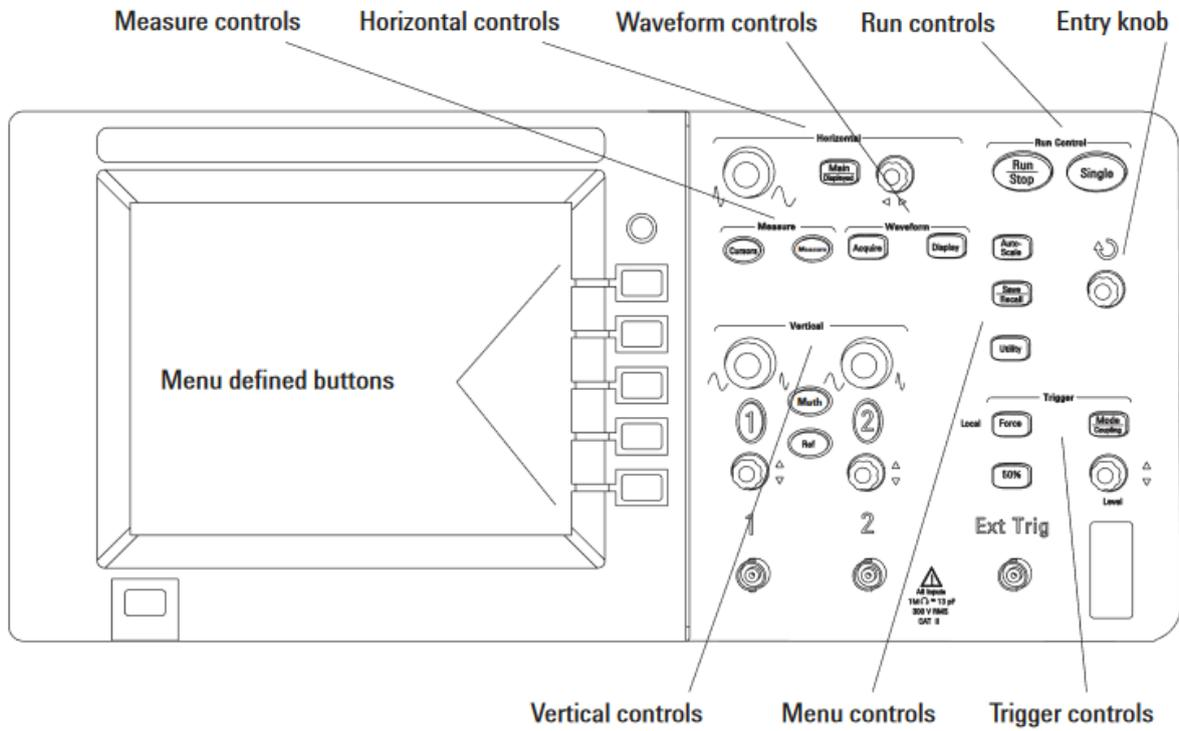
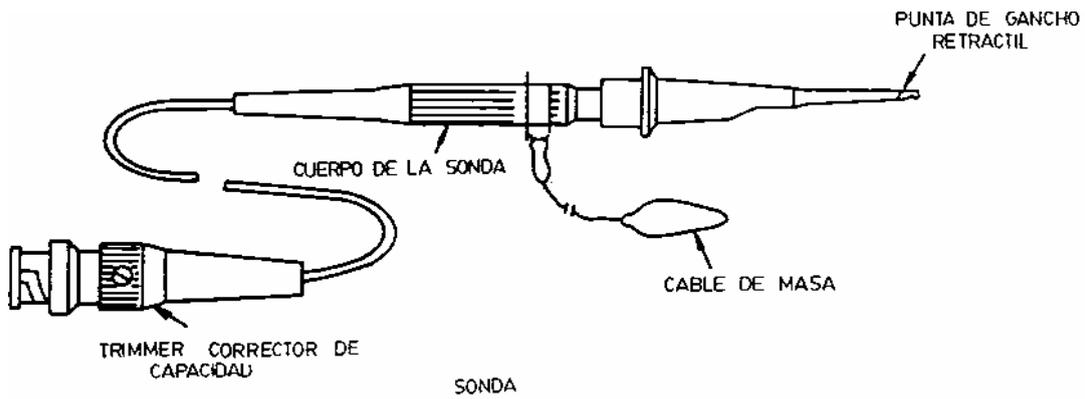

Figura 2.1: panel frontal del osciloscopio DSO3102A.
Figura 2.2: Esquema de una sonda de osciloscopio.
- Por otro lado, este osciloscopio que usaremos posee dos canales de entrada (X e Y ó 1 y 2 en la figura 2.1) con sus respectivas sondas, es decir, podemos visualizar y medir dos señales a la vez, así como visualizar algunas operaciones aritméticas sencillas entre ellas (por ejemplo, la suma y resta de ambos canales).
Vista esta introducción, iniciemos el manejo del osciloscopio DSO3102A de Agilent, cuyo panel frontal se muestra en la figura 2.1. El osciloscopio DSO3102A es un instrumento digital, con lo que se accede a la mayor parte de sus funciones a través de menús de configuración directamente en la pantalla; dichos menús se activan con los controles del panel frontal y se navega a través de ellos con las teclas (Menu defined buttons) situadas en el lateral derecho de la misma. El aparato debe tener dos sondas o terminales (ver Figura 2.2) insertados cada una en los bornes X-1 e Y-2. Cada sonda se compone a su vez de dos polos: el polo positivo es el gancho oculto en el extremo de la sonda que aparece retrayendo la punta, y el polo negativo o cable de masa, el de boca de cocodrilo. La sonda medirá la diferencia de potencial entre ambos polos. Existen sondas denominadas atenuadoras porque atenúan la señal de entrada en un factor (normalmente 10). A cambio, permiten observar sin distorsionar señales de una frecuencia 10 veces mayor que con una sonda normal. Las sondas del laboratorio pueden operar como sondas
1. *Ajustes iniciales:* Seguramente no aparecerá en la pantalla ninguna señal definida ya que hay que configurar el osciloscopio para representar la señal. El instrumento es capaz de ajustar los parámetros principales de la medida automáticamente con la tecla **Autoscale** (Figura 2.1). Para iniciar la medida PRESIONA la tecla **Autoscale** y asegúrate de que la tecla **Run/Stop** está en verde.